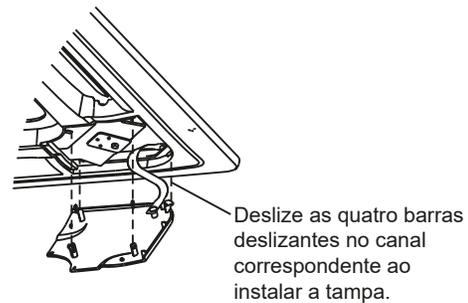

Fig. 4-21
- 2) Pressione cuidadosamente a tampa de instalação no painel. (Consulte a Fig.4-21)